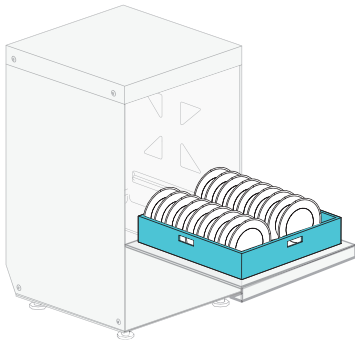

Abb. 12
• Mit leerem Tank, kontrollieren Sie und, wenn nötig, ergänzen Sie den Salzbehälter und achten Sie darauf, dass es nicht im Becken verstreut wird. Eine starke Salzkonzentration kann den ordnungsgemäßen Betrieb und die Lebensdauer der Maschine beeinträchtigen. Füllen Sie den im Beckeninneren befindlichen Behälter (siehe Abb. 12) mit grobkörnigem Regeneriersalz (Körner von 1 – 2 mm – die maximale Kapazität des Regeneriersalzbehälters ist 500gr).